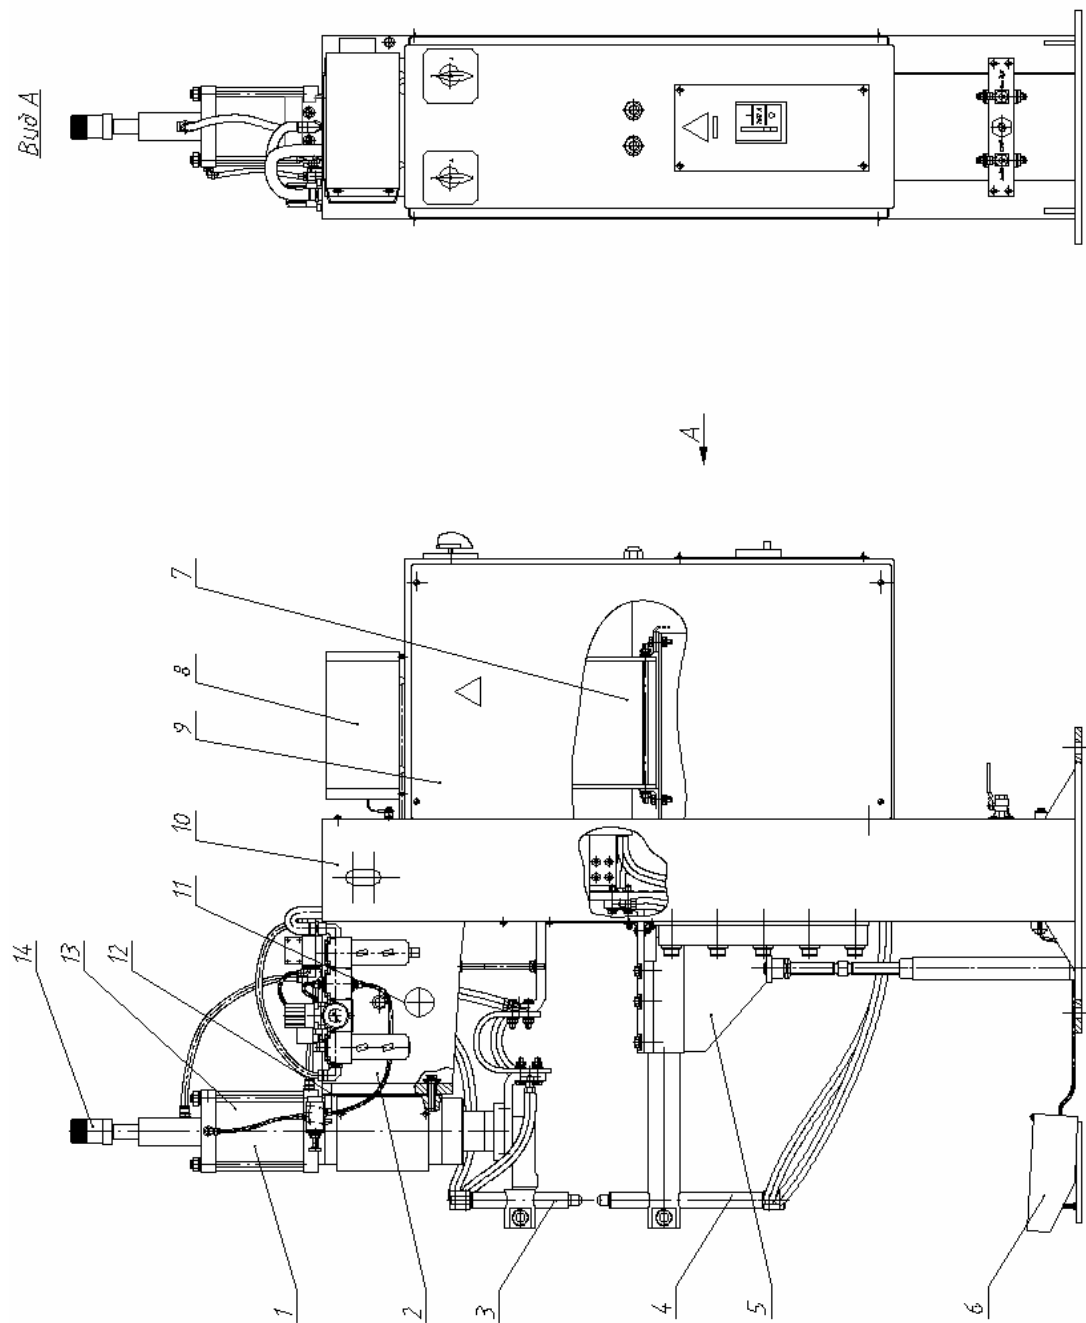

Рис. 1 Общий вид МТ-1928 UXJ4
3.1 Машина (рис.1) состоит из каркаса, на котором смонтированы пневматический привод, пневматическое устройство, сварочный трансформатор, токоподвод, электрическое устройство, система охлаждения.